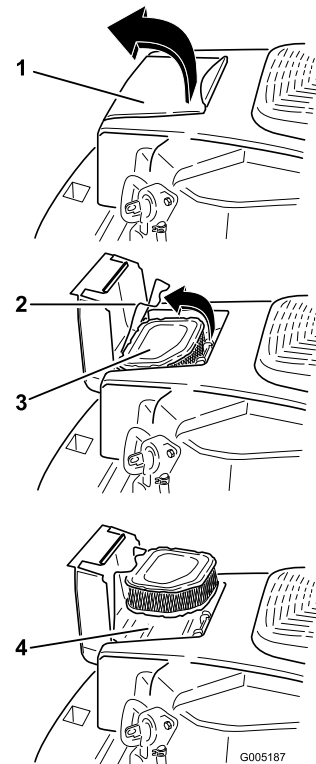

Figura 30
1. Abra la tapa del limpiador de aire de la carcasa del soplador para tener acceso al elemento del limpiador de aire (Figura 30).
2. Abra el enganche de alambre y retire el elemento del limpiador de aire (Figura 30).